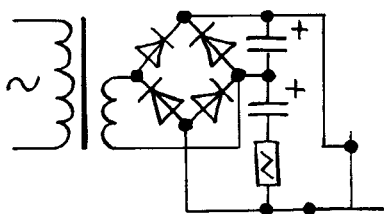

рис. 14
12. В [6] приведены 3 схемы для улучшения зажигания дуги. Такого же результата можно добиться с помощью известной схемы (рис.14), совмещающей диодный мост и умножитель напряжения. Детали: резистор 0,5...2 Ом (≥5 Вт), конденсаторы емкостью 10000 мкФх50 В (данная схема не опробована, номиналы радиодеталей взяты из [6]).